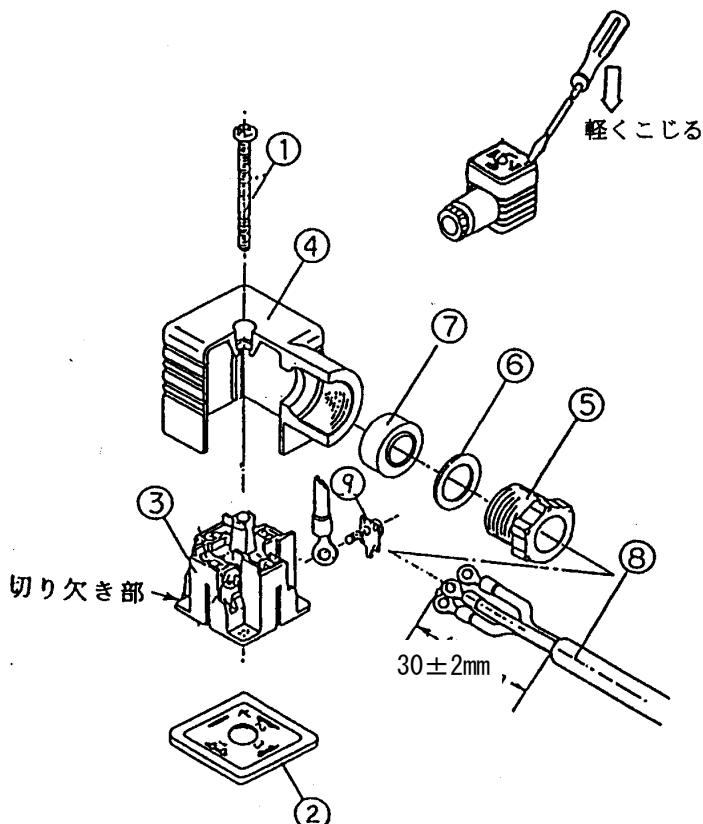

図8 DIN コネクタの構成(交流、直流)
4.2.2 DIN コネクタ(交流、直流)の端子台へ配線する(図8、9参照)